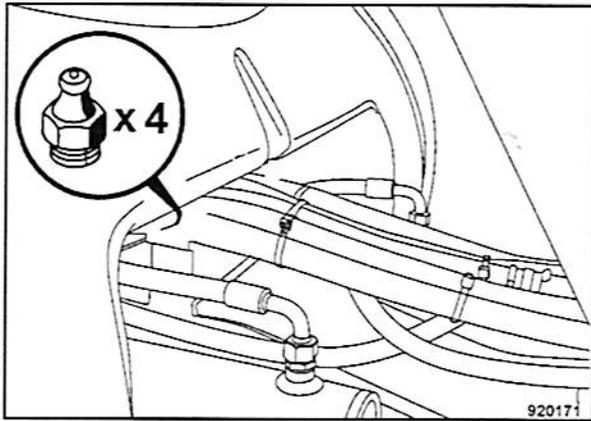

Fig. 179
- Limpiar las boquillas de engrase (Fig. 179) y lubricarlas con unos 5 golpes de grasa de alta presión de la bomba de engrase.